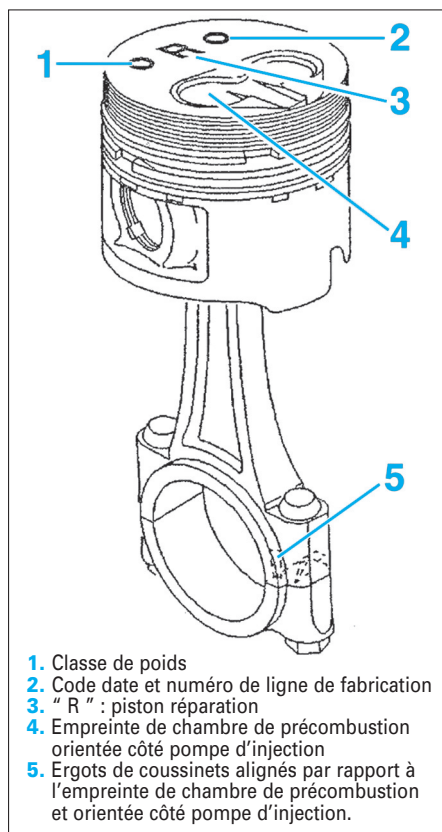

FIG. 45
- Assemblage du piston sur la bielle (Fig.45) :